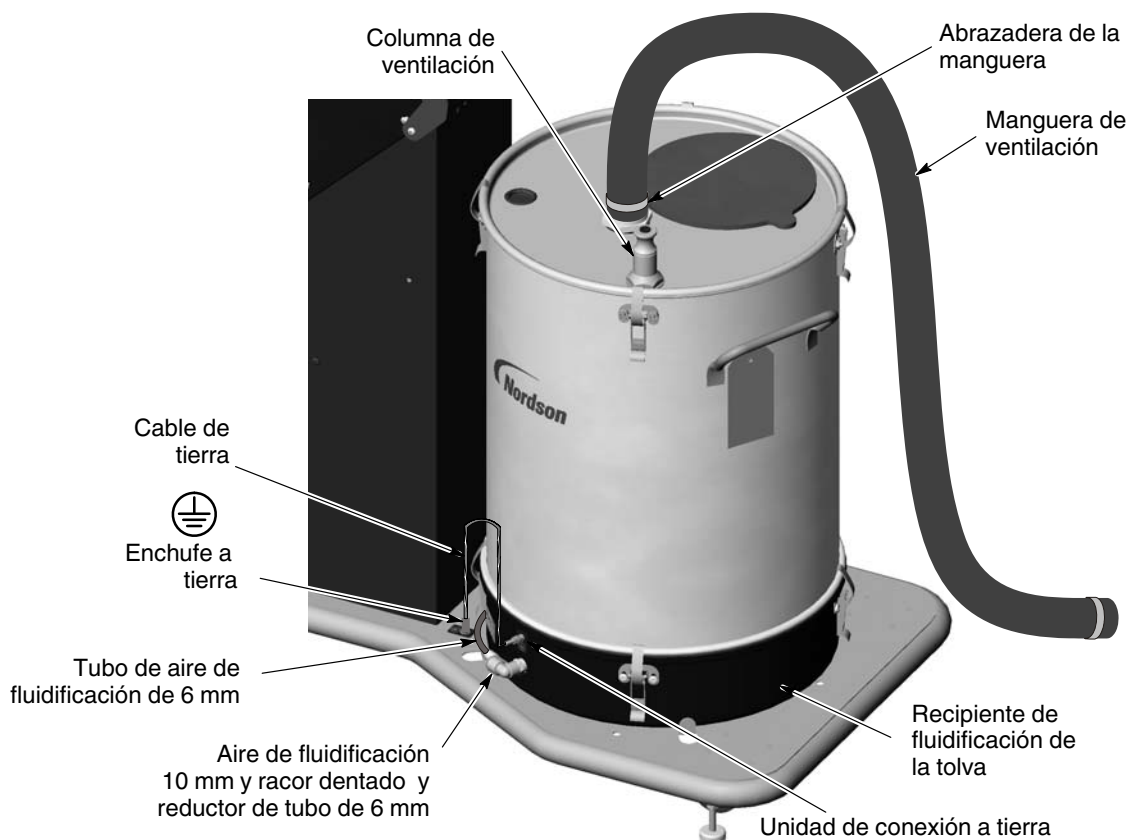

Figura 3-2 Instalación de la tolva en la carretilla del sistema móvil
1. Ver la figura 3-2. Soltar la tapa de tolva y extraer la manguera de ventilación y las abrazaderas de manguera.